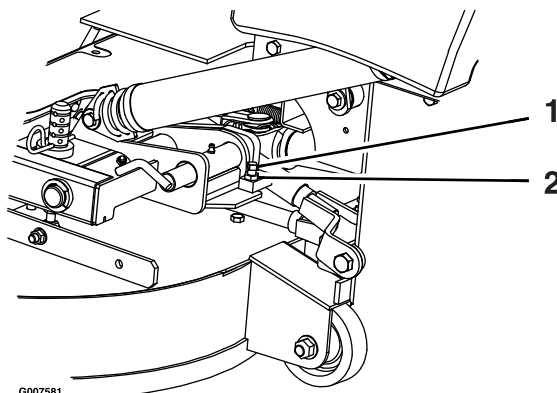

Figure 74
2. Desserrez l'écrou de blocage et tournez la vis de butée dans le sens horaire jusqu'à ce que la goupille de verrouillage soit serrée et ne puisse pas être tournée à la main (Figure 74).